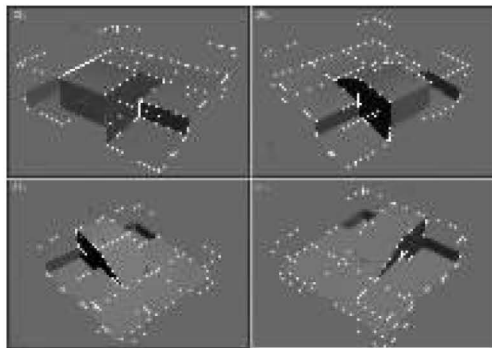
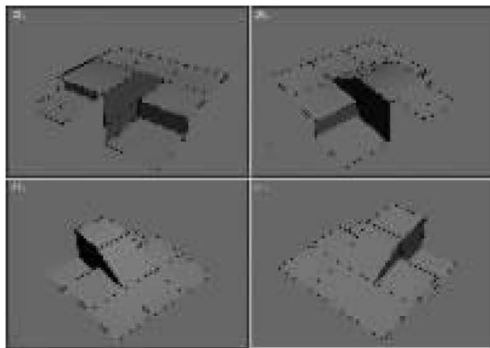

图 7-78 选中多边形
图 7-79 删除多边形后的模型
(7)为了后面的焊接操作,需要将基本单元模型中的部分多余面删除,选中如图 7-78 所示的面并删除,结果如图 7-79 所示。